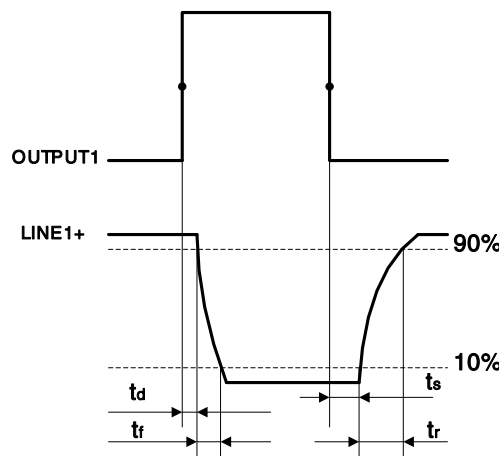

图 7-6 光耦隔离输出电路参数
- 上升沿延时=tr+td: <50μs (0°C~45°C)，参数说明见图 7-6
- 下降沿延时=ts+tf: <50μs (0°C~45°C)，参数说明见图 7-6